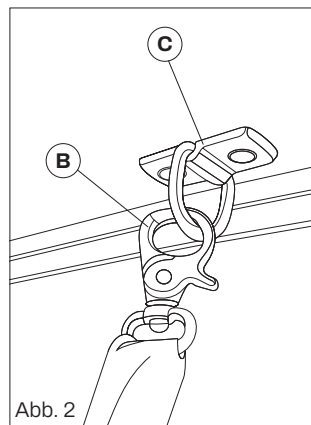

Abb. 2
Schritt 2 Stecken Sie die Stange in den Haken am Motor und drehen Sie sie: Im Uhrzeigersinn geht das Bett nach oben, gegen den Uhrzeigersinn geht es nach unten (Abb. 2).